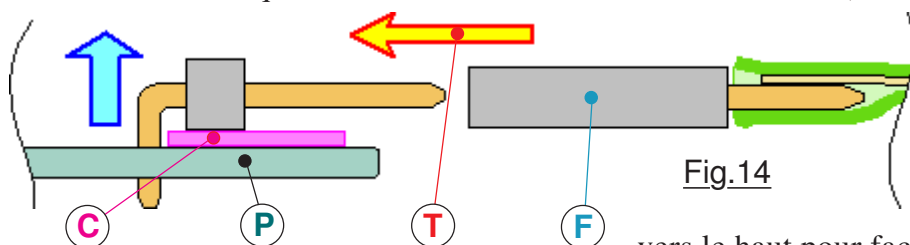

Fig.14
**P**our souder les petits connecteurs HE14 coudés la procédure est un peu particulière. Considérons la Fig.14 sur laquelle en **P** se trouve le circuit Principal et en **F** la fiche femelle de la liaison filaire extérieure. Pour que l'on puisse insérer facilement **F** sur le connecteur coudé par la translation **T**, il faut qu'entre le HE14 femelle et le circuit imprimé **P** subsiste un petit jeu. Pour aménager un petit écart suffisant, la technique consiste à surélever le connecteur coudé (*Flèche bleue.*) au moyen d'un petit carton